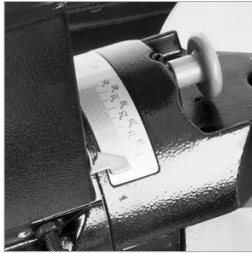

Fig. 11
- Assurez-vous que la tête de coupe est verticale, placée contre la butée et que le pointeur du biseau est sur 0° (**Fig. 11**)